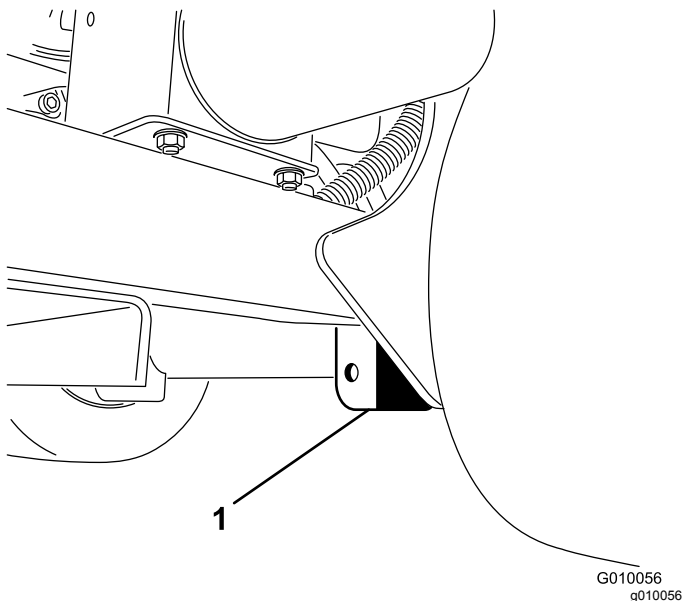

Bild 39
3. Stellen Sie den Ständer sicher unter die Rahmenplatte, sodass er sich gerade innen im Hinterrad befindet (Bild 39).